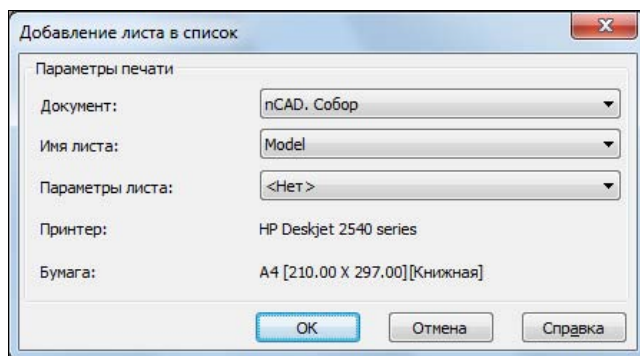

Рис. 8.21. Окно **Добавление листа в список**
- ◆  — добавить лист и его набор параметров в список. Для добавления будет открыто окно **Добавление листа в список** (рис. 8.21) с перечнем имен всех открытых в текущий момент чертежей, имена их вкладок (листов), имена наборов параметров для всех листов.